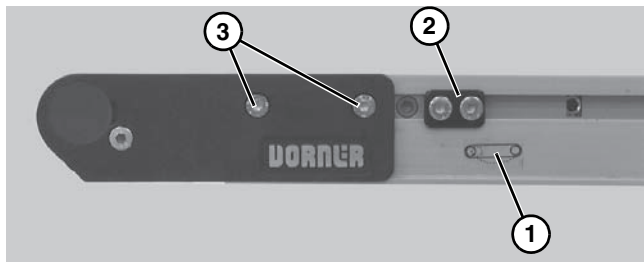

Figure 4
2. En el extremo de tensión del transportador, identificado con  una etiqueta (**Figure 4, ítem 1**): En ambos extremos del transportador, afloje y mueva los medios de alineación de leva (**Figure 4, ítem 2**) (si dispone de este equipo) alejándolos de las placas superiores, luego afloje los tornillos de fijación (**Figure 4, ítem 3**) y empuje hacia dentro el conjunto de la placa superior.
- Si dispone de medios de alineación de leva (**Figure 4, item 3**), vuelva a colocar la cinta y ajuste su alineación. Consulte “Conveyor Belt Tracking” on page 13.